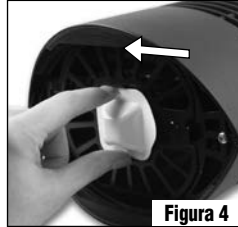

Figura 4
- Todos los modelos de las series BK tienen un soporte especialmente diseñado incorporado a la base. Simplemente deslice el señuelo en este sujetador con el lado expuesto de octanol hacia el dispositivo (Figura 4). El señuelo debe encajar bien y las lengüetas de tensión deben soportarlo firmemente en su lugar.